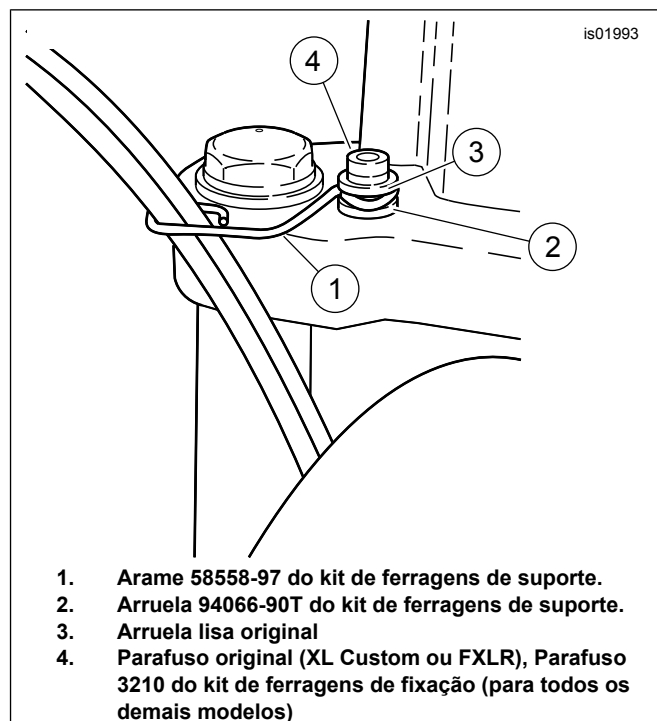

Figura 4. Conexão do cabo do acelerador (guidons recuados estilo Buckhorn)
Para guidons estilo buckhorn, veja a Figura 4. Utilize o arame (1) do kit de ferragens de fixação para prender os cabos do acelerador no prendedor triplo do garfo superior, como mostrado.
- Para os modelos XL Custom ou FXLR, use o parafuso Allen original (4) e a arruela (3) sobre o arame, e a arruela (2) do kit por baixo.
- Para todos os demais modelos, use o parafuso Allen (4) do kit e a arruela original (3) sobre o arame, e a arruela (2) do kit por baixo.